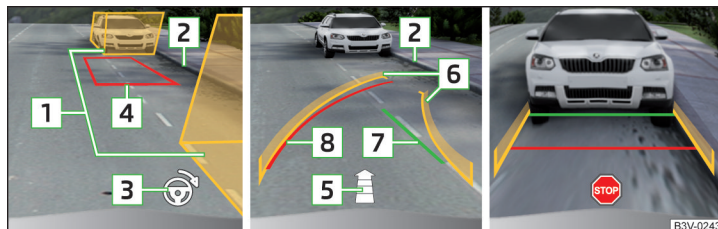

Fig. 268 Affichage à l'écran
- Arrêter le véhicule de façon à ce qu'il n'y ait aucun obstacle dans les espaces entre les champs d'aide **1** » fig. 268 et à ce que le champ arrière ne s'étende pas au-delà de la limite latérale de l'espace de stationnement **2**.